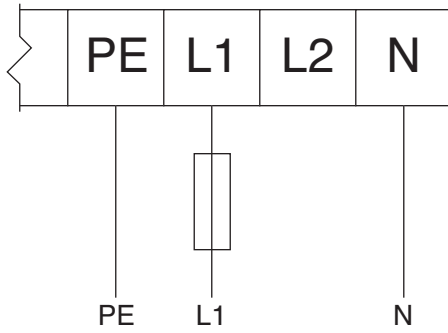

Figure 10 120 В перем. тока, 1 фаза (вход)/240 В перем. тока, 3 фазы (выход)
3. Подключите провода источника питания к клеммам питания в ящике ЧРП, соблюдая все местные правила и нормативные требования. См. табл. 1 и рис. 10–14, (в зависимости от вашей системы).